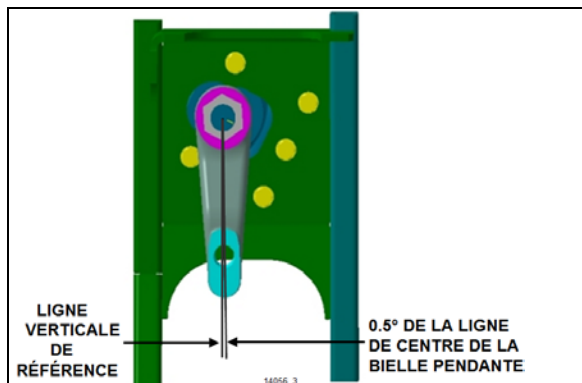

FIGURE 35 : ALIGNEMENT DE BIELLE PENDANTE IFS
Caler le bras triangulaire inférieur pour régler le carrossage (Figure 35). Si l'inclinaison du pivot de fusée est incorrecte, l'ensemble du pivot de fusée de roue peut être déformé et doit alors être remplacé.
4. Vérifier si la relation angulaire de la bielle pendante avec le boîtier de direction est similaire à l'illustration Figure 35.